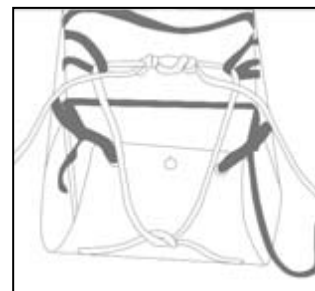

Fig. 12
- Traga as extremidades da corda por cima da maca. Passar através alças de transporte e segure, com um nó quadrado. Segure de cada lado com um nó sobre a mão (fig. 12).